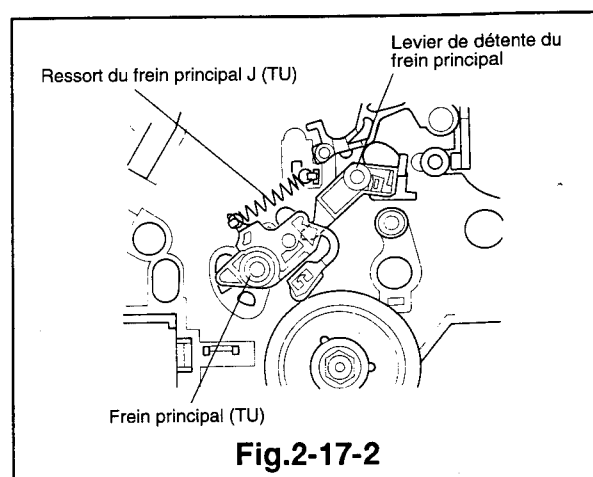

Fig.2-17-2
- 1) Remettre en place le frein principal (TU) sur l'assemblage du plateau principal de manière à ce que la partie couplage avec le levier de libération du frein se trouve dans la position illustrée dans la Fig. 2-17-2.
- 2) Remonter le ressort J du frein principal (SP).
- 3) Remonter le frein (TU), le levier de détente et le ressort (TU). (Se référer au Para. 2-16 pour la marche à suivre.)
- 4) Remonter le frein (SP) et le ressort (SP). (Se référer au Para. 2-14 pour la marche à suivre.)